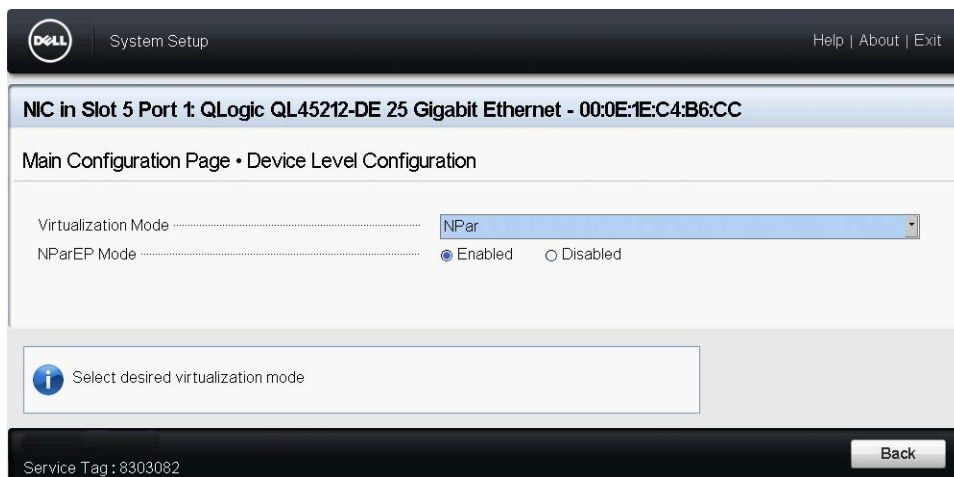

Abbildung 5-7. Systemeinrichtung: Seite „Device Level Configuration“ (Konfiguration auf Geräteebene)
Die Konfiguration auf Geräteebene umfasst die Aktivierung der Single Root-I/O-Virtualisierung (SR-IOV) und NIC-Partitionierung sowie die Aktivierung oder Deaktivierung von NPAReP. Wählen Sie zur Durchführung der Konfiguration auf Geräteebene die Option **Device Level Configuration** (Konfiguration auf Geräteebene) auf der Hauptkonfigurationsseite (Main Configuration Page) aus, und klicken Sie anschließend auf **Finish** (Fertig stellen). Abbildung 5-7 ruft die Seite „Device Level Configuration“ (Konfiguration auf Geräteebene) auf.
2. Klicken Sie auf der Hauptkonfigurationsseite (Abbildung 5-7) auf **Virtualization Mode** (Virtualisierungsmodus) und wählen Sie dann eine der folgenden Optionen: